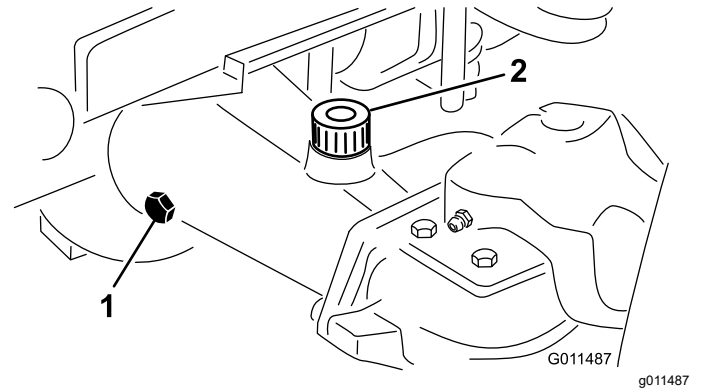

Figura 75
- Retire un tapón de verificación del extremo del eje y asegúrese de que el lubricante llega al borde inferior del orificio (Figura 75).